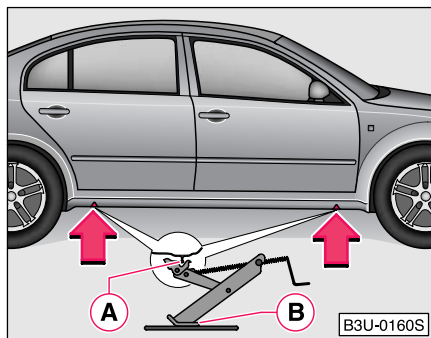

Fig. 176 Schimbarea roții: Punctele de fixare a cricului
- Pentru fixarea cricului alegeți punctul barei longitudinale cel mai apropiat de roata defectă ⇒ Fig. 176.